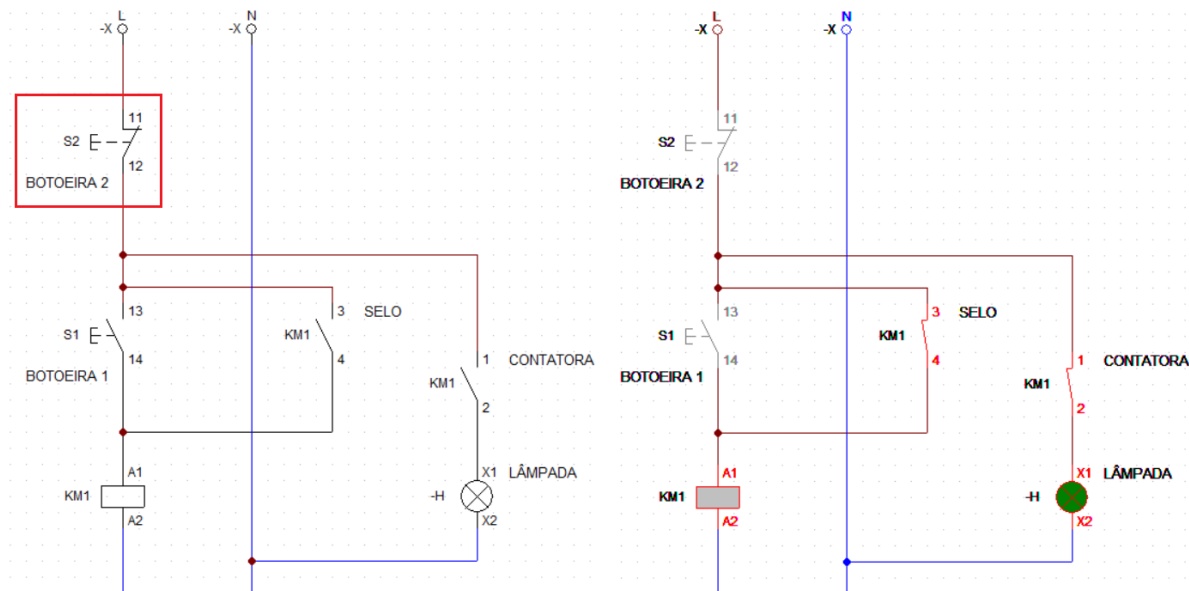

Figura 3 - Simulação no CADe SIMU da parte III
- Insira a S2 (NF) em série com S1 (NA) do circuito da parte II.
- O circuito deve ficar semelhante ao da Figura 3.